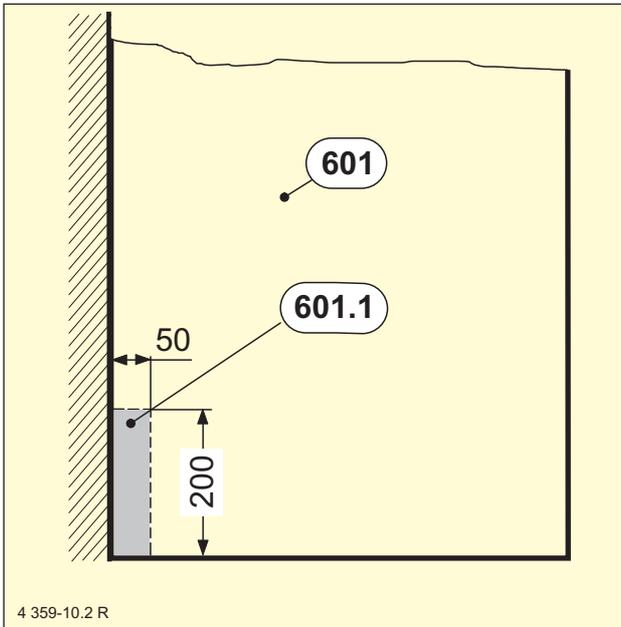

Bild 48
► Beim seitlichen Verziehen der Anschlussleitungen durch die GWZ-1 Ummantelung (Zubehör Nr.601) sind die Maße der Aussparung (siehe Bild 48) in den Seitenteilen der Ummantelung zu beachten.